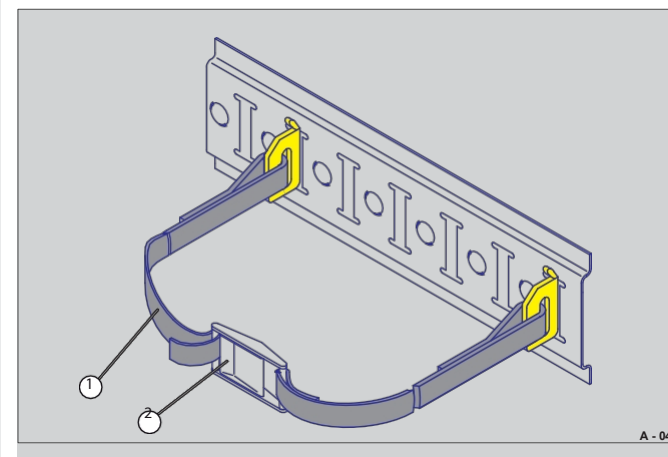

Fig. 45 Spännband applicerat i bandform
- Dra åt spännbandet (Fig. 45/1) med spärrspärren (Fig. 45/2) - observera den maximala spännkraften och bandavståndet.